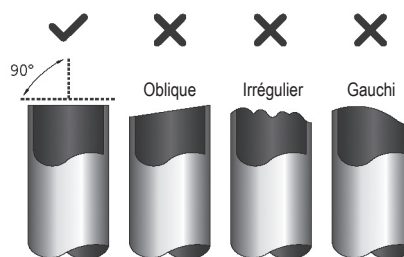

Fig. 6.1
1. Assurez-vous que le tuyau est parfaitement coupé à un angle de 90°. Reportez-vous à la Fig. 6.1 pour obtenir des exemples de mauvaises coupes.